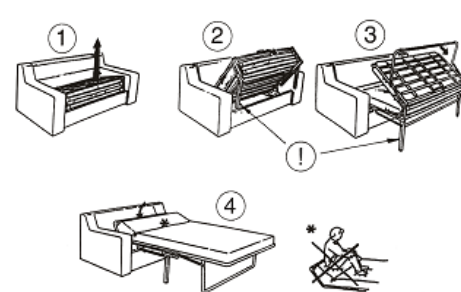

Рис.1
**3. ТРАНСФОРМАЦИЯ МЕХАНИЗМА СЕДАФЛЕКС 10М, Альто и 12М (Рис. 1).**